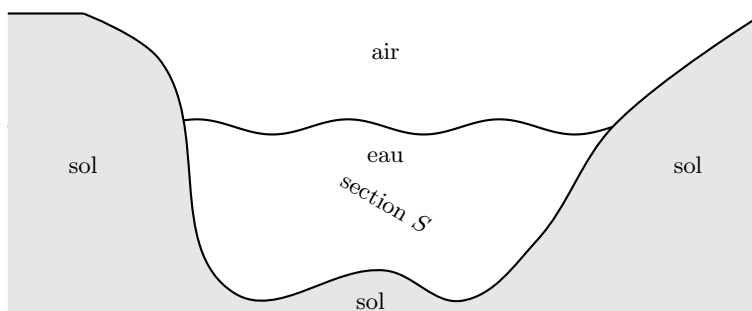

FIGURE 1 – Section d'un fleuve et débit
où $\frac{\delta X_{tr}}{dt}$ représente la quantité de X qui entre ou qui sort de Σ par unité de temps. Si X représente un volume alors $\frac{\delta V_{tr}}{dt}$ s'exprime en $\text{m}^3 \cdot \text{s}^{-1}$ et représente des mètres-cubes par seconde. Il s'agit d'un débit et plus précisément d'un débit volumique. La notion de débit volumique est très familière lorsque l'on parle d'une rivière ou d'un fleuve. Par exemple, un débit assez courant pour la Loire à Nantes (44) est de $900 \text{ m}^3 \cdot \text{s}^{-1}$. Il est nettement moins élevé à Saint-Just-Saint-Rambert dans la Loire (42) où il vaut plutôt $50 \text{ m}^3 \cdot \text{s}^{-1}$. Vous en connaissez parfaitement la raison, la Loire compte de nombreux affluents entre ces deux endroits comme l'Allier, le Cher, l'Indre, la Maine... qui apportent leur contribution au débit volumique constaté à Nantes. Vous savez sans doute aussi que plus il y a de courant, c'est-à-dire plus la vitesse d'écoulement de l'eau est élevée, plus le débit sera élevé. Le débit volumique du fleuve dépend de la vitesse. Il ne faut pas être un grand devin pour se douter que sa taille intervient. La Loire est beaucoup plus large dans le département de la Loire-Atlantique que dans celui de la Loire. Mais la largeur est-elle le paramètre pertinent ? On peut répondre non, même si indirectement elle a un rôle. En fait, c'est la section du fleuve qui compte, elle croît habituellement avec la largeur. La section du fleuve est représentée sur le schéma de la figure 1.